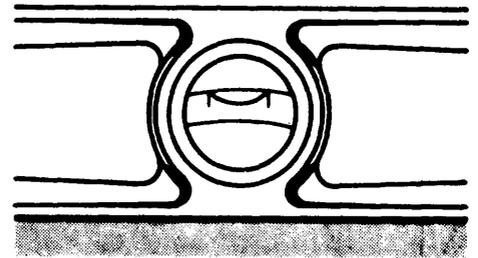

Fig. 1
1º paso *Coloque el nivel de canto sobre el elemento (fig. 1).*
- 1) Si la burbuja está centrada entre las dos rayas, el nivelado es correcto (fig. 1).